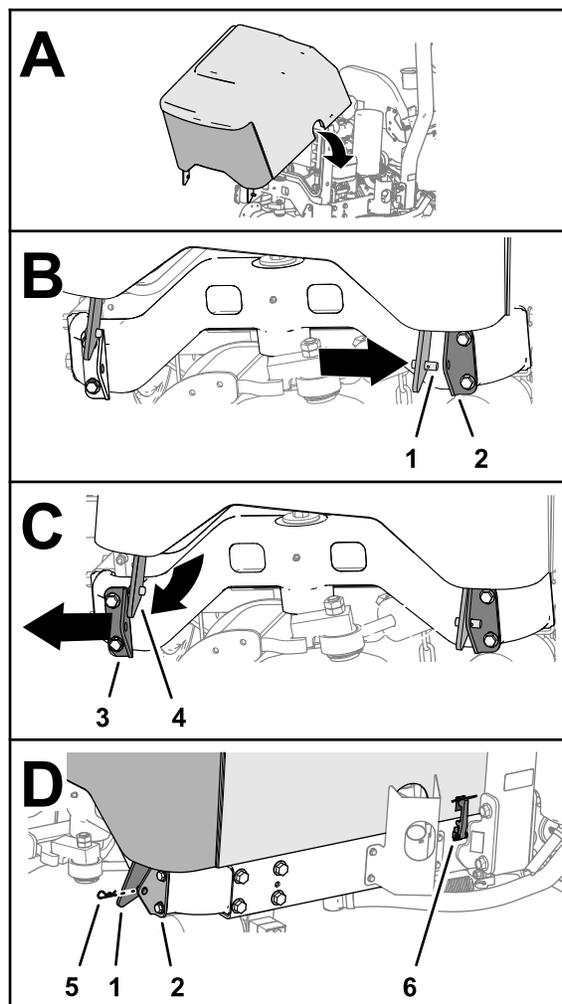

Figure 61
2. Insérez l'axe du support de pivot de capot droit dans le trou du support de capot droit, et déplacez le capot vers la droite (Figure 61).
3. Insérez l'axe du support de pivot de capot gauche dans le trou du support de capot gauche, et déplacez le capot vers la gauche (Figure 61).
4. Insérez la goupille fendue dans l'axe du support de pivot de capot droit (Figure 61).
5. Fixez le capot avec les 2 loquets (Figure 61).
1. Placez le capot au-dessus du moteur (Figure 61).